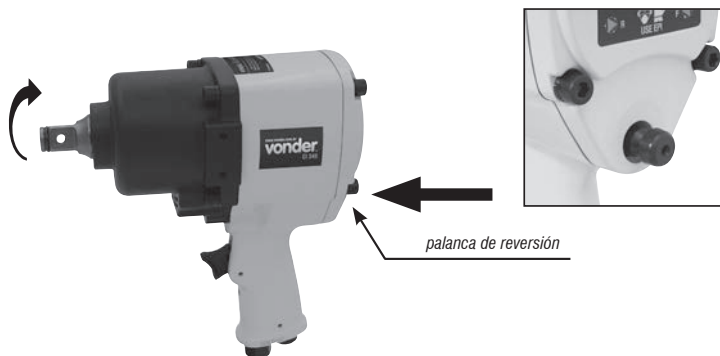

Fig. 5 – Palanca de reversión
- Para rotación en sentido horario (derecha) empuje la palanca conforme indicado en la Fig.5;